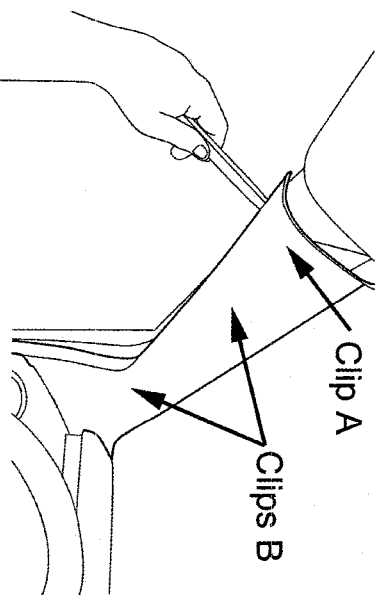

FIGURE 23
- 2.) USING A FIBER STICK DISENGAGE THE 3 RETAINING TABS. (SEE FIGURE 23)